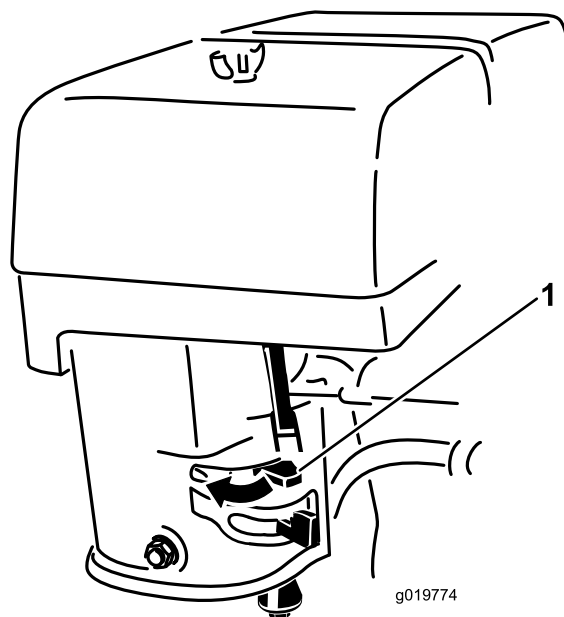

Figure 13
3. Déplacez la commande de starter vers la gauche pour démarrer le moteur à froid (Figure 13).